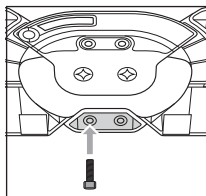

Fig. 3
- ◆ Enrosque firmemente um parafuso **9** com a chave Allen **11** na porca de fixação **10** (ver fig. 3).